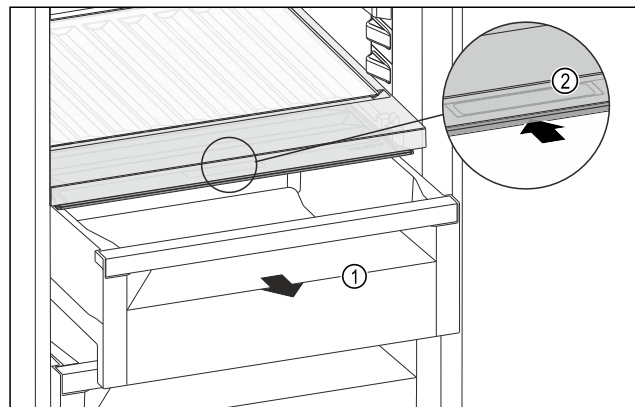

Fig. 220
- ▶ Schubfach Fig. 220 (1) herausziehen.
- ▶ Griffmulde Fig. 220 (2) am Fachdeckel anfassen und Fachdeckel gleichzeitig nach hinten schieben.